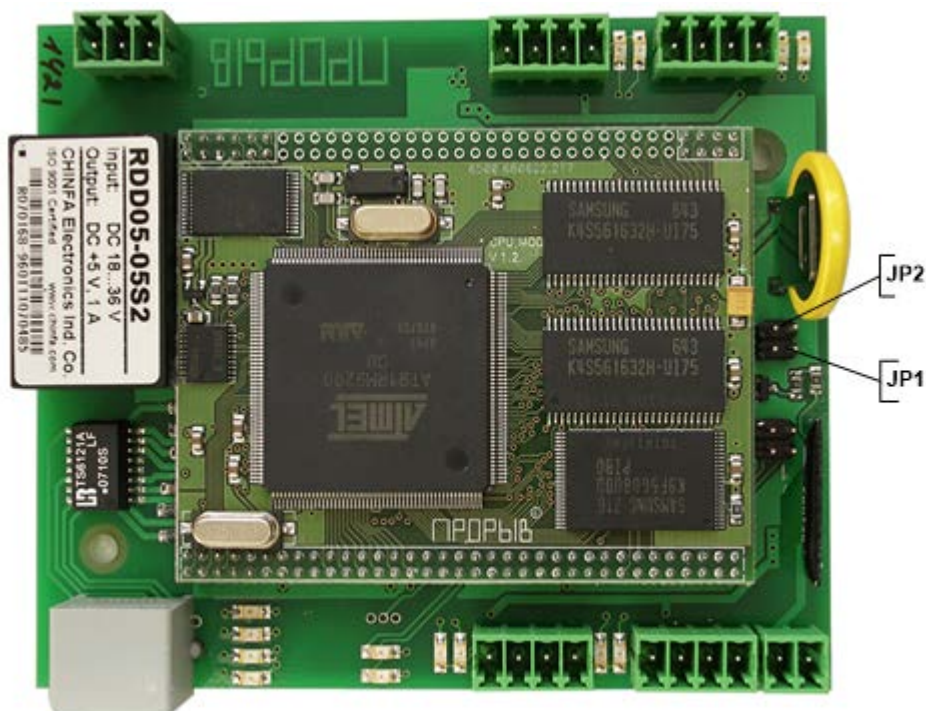

Рисунок 14 Плата E-422
- Установите на плате E-422 технологическую перемычку **JP1** (см. Рисунок 14);